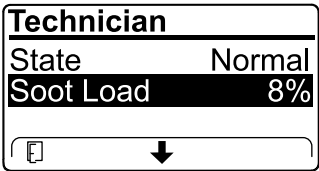

Figure 36
- Consultez la charge de suie mesurée dans le FAP sous forme d'un pourcentage (Figure 36); voir le tableau de charge de suie.